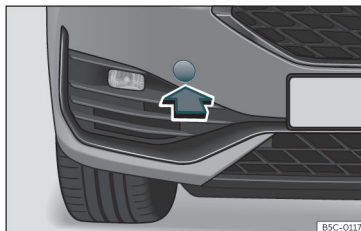

Abb. 43 Auf der rechten Seite des vorderen Stoßfängers: Abdeckung entfernen.
Die Abschleppöse wird in die hinter einer Abdeckung auf der rechten Seite des vorderen Stoßfängers befindliche Aufnahme eingeschraubt»» **Abb. 43**.
- Drücken Sie die Abdeckung zum Herauslösen im unteren Bereich und lassen Sie sie am Fahrzeug hängen»» **Abb. 43**.